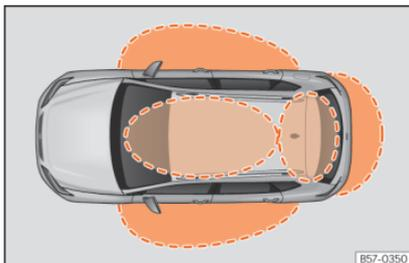
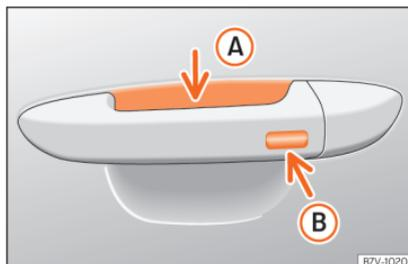

Fig. 78 Keyless Access: zonas de proximidade.
Fig. 79 Manípulo da porta: superfícies sensoras
»» **Fig. 79**
O Keyless Access é um sistema de fecho e arranque sem chave com o qual se pode destrancar e trancar o veículo sem utilizar ativamente a chave do mesmo. Para isso, só é necessário que exista uma chave do veículo válida na zona de deteção correspondente à tentativa de acesso ao veículo »» **Fig. 78** e tocar numa das superfícies sensoras dos manípulos das portas »» **Fig. 79** ou acionar o *softtouch*/pega da porta da bagageira »» **Página 113** »» .
Se detetar uma chave válida numa das zonas próximas »» **Fig. 78**, o sistema de fecho e arranque sem chave Keyless Access atribui à referida chave direitos de acesso quando se toca numa das superfícies sensoras dos manípulos das portas ou se aciona o *softtouch*/pega situado na porta da bagageira.
- Empurre o manípulo de uma das portas dianteiras. Ao fazê-lo, toca-se na superfície sensora »» **Fig. 79 (A)** [seta] do manípulo e destranca-se o veículo.
- Toque *uma vez* na superfície sensora de bloqueio »» **Fig. 79 (B)** [seta] do manípulo de uma das portas dianteiras. A porta cujo manípulo se aciona deverá estar fechada.
- Toque *uma vez* na superfície sensora »» **Fig. 79 (B)** [seta] do manípulo de uma das portas dianteiras. O veículo é trancado com o sistema de segurança «Safe» »» **Página 108.** A porta cujo manípulo se aciona deverá estar fechada.
- Toque *duas vezes* na superfície sensora »» **Fig. 79 (B)** [seta] do manípulo de uma das portas dianteiras para trancar o veículo sem ativar o sistema de segurança «Safe» »» **Página 108.**
Quando o veículo está trancado, a porta da bagageira destranca-se ao abri-lo se numa zona próxima »» **Fig. 78** se encontrar uma chave do veículo válida.
- Pressione o botão de fecho  do comando à distância e toque uma vez, dentro dos 5 segundos seguintes, na superfície sensora de bloqueio do manípulo da porta do condutor »» **Fig. 79 B**. Não agarre o manípulo da porta, caso contrário o veículo não trancará. Também é possível levar a cabo a desativação se se bloquear o veículo através do fecho da porta do condutor.
Para **fechar com a função de conforto** todas as janelas elétricas e o teto de vidro, mantenha um dedo durante uns segundos sobre a superfície sensora de bloqueio »» **Fig. 79 B** (seta) do manípulo da porta até que as janelas e o teto se tenham fechado.
As superfícies sensoras dos manípulos das portas poderiam ativar-se ao receber um jato de água ou de vapor a grande pressão, caso existisse alguma chave do veículo válida na zona próxima. Se, pelo menos, uma das janelas com acionamento elétrico estiver aberta e se se ativar a superfície sensora »» **Fig. 79 B** (seta) de um dos manípulos de forma permanente, fechar-se-ão todas as janelas.